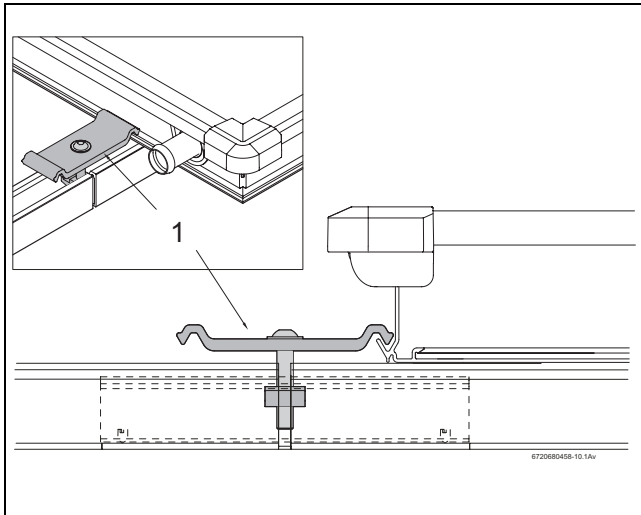

Fig. 40 Montaje del tensor bilateral del captador
- ▶ Coloque el tensor bilateral del captador con la tuerca hacia delante en la abertura del perfil guía y de la pieza de unión de tal forma que el distanciador de plástico (Fig. 40, [1]) envuelva al perfil guía.